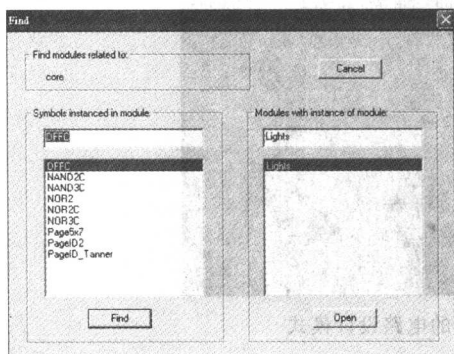

图 1.14 寻找引用到的模块
(7) 寻找引用到的模块:选择 Module→Find Module 命令,打开 Find 对话框,如图 1.14 所示。